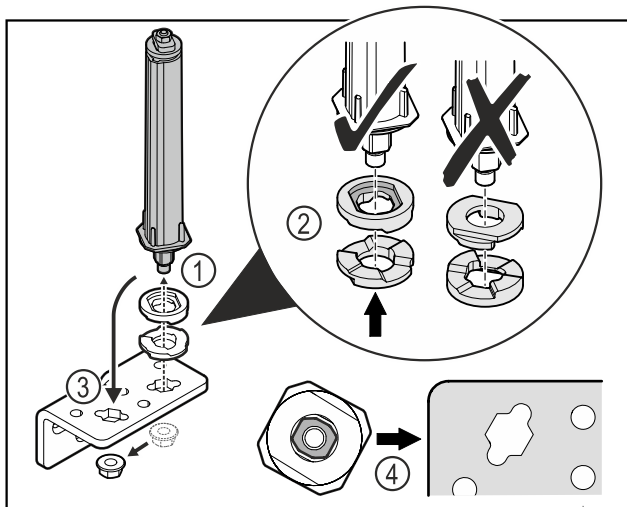

Fig. 35
- Oldja ki az anyát, és távolítsa el az ajtózáro rendszert Fig. 35 (1).
- Ügyeljen a magasságállító alátétek helyes beigazítására Fig. 35 (2).
- Helyezze át az ajtózáro rendszert a zsanéridombban, és rögzítse az anyával Fig. 35 (3).
- Behelyezéskor ügyeljen az ajtózáro rendszer helyes beigazítására Fig. 35 (4).